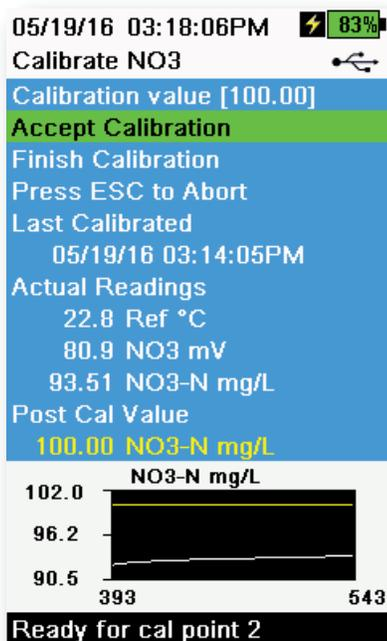

Figura 60 Calibración de ISE
8. Observe las lecturas reales de la estabilidad. Luego, seleccione **Accept Calibration** (Aceptar calibración) (Figura 60). En el área de mensajes aparecerá: "Ready for cal point 3" (Listo para el punto de calibración 3).